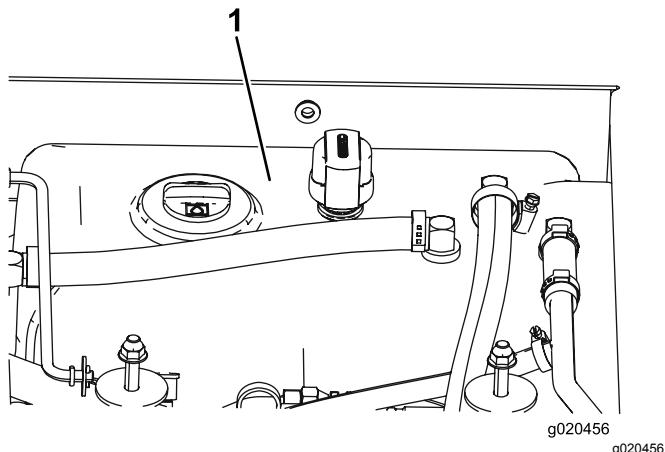

Figure 100
4. Remplissez le réservoir (Figure 100) de liquide hydraulique ; voir Contrôle du niveau de liquide hydraulique \(page 73\).